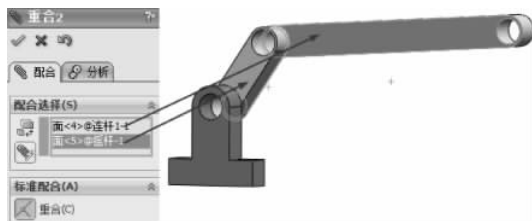

图 3-173 重合配合
(5) 继续进行配合约束, 选择【标准配合】选项组下的【重合】配合类型 , 在【要配合的实体】选择框  中选择如图 3-173 所示的面, 其他保持默认, 单击【确定】按钮 , 完成重合配合。
(6) 选择【标准配合】选项组下的【同轴心】配合类型 , 在【要配合的实体】选择框  中